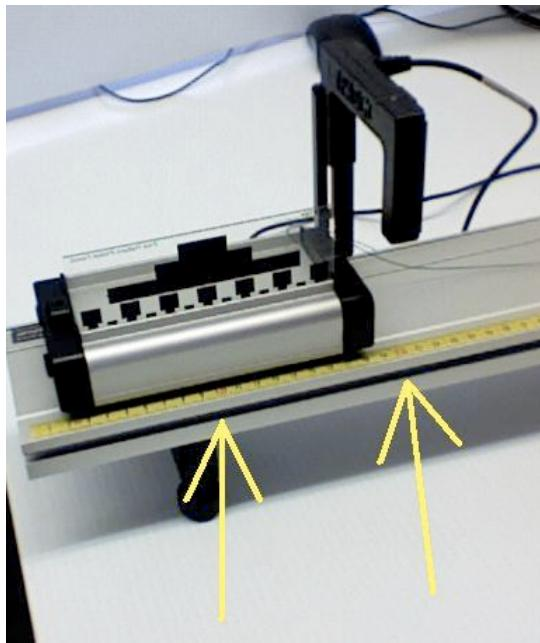

Figure 10. Chariot et photomètre à la première position initiale.
9. Vous êtes maintenant prêts à prendre vos mesures. Quand vous laisserez tomber la masse attachée à la ficelle, elle entraînera le chariot et la durée du passage du drapeau devant le photomètre sera enregistré par l'ordinateur. Essentiellement, vous mesurerez ainsi la vitesse du chariot à différentes positions (avec *trois* mesures pour chaque position!), et utiliserez ces données avec l'équation (4) pour trouver g_{exp} .
10. Installez le chariot à l'extrême gauche de la voie et attachez y la ficelle reliée à l'autre bout à la petite masse fournie m_m (10 ou 20 grammes). Tel qu'illustré à la Figure 10, la première série de lectures est prise avec le *centre du chariot* aligné initialement avec la position 10 cm et le *photomètre* aligné avec la position 20 cm. Notez l'erreur sur ces positions.
11. Comme le photomètre se trouve à 10 cm de la position initiale du chariot (Figure 10), la durée lue par le photomètre vous donnera donc la vitesse du système chariot-bloc après un déplacement de 10 cm.